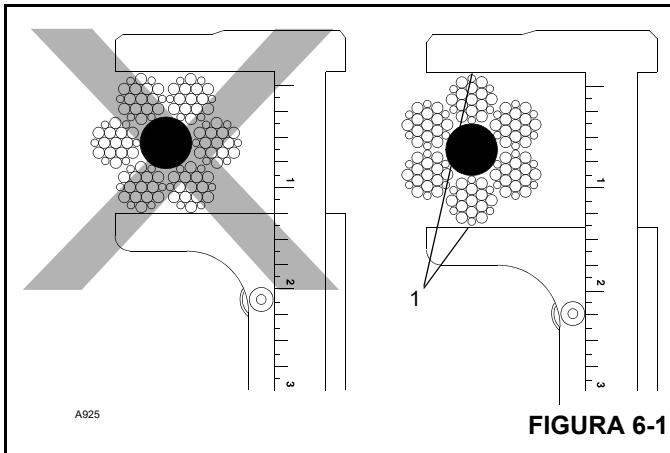

FIGURA 6-1
- Meça o diâmetro do cabo entre as coroas (1) dos cordões ao determinar se o cabo está danificado (Figura 6-1).